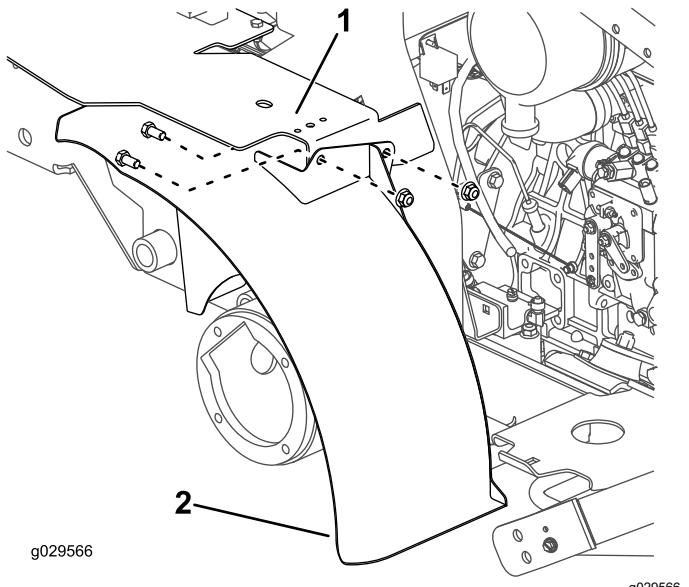

Bild 24
6. Befestigen Sie die Halterung oben am linken Kotflügel lose mit zwei Schrauben ($\frac{3}{8}'' \times \frac{3}{4}''$) und zwei Muttern ($\frac{3}{8}''$) an der Halterung des Kraftstofftanks (Bild 24).